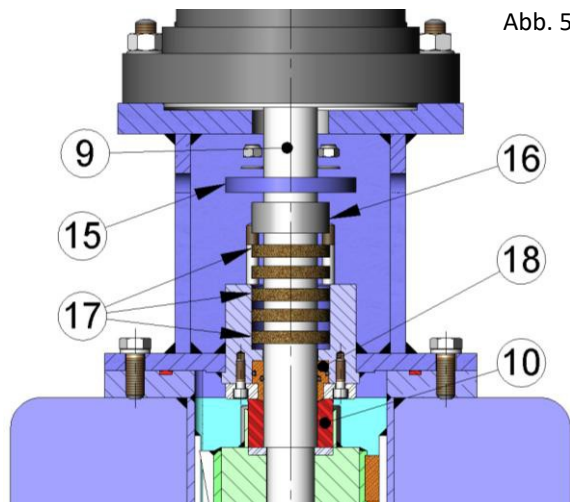

Abb. 5
**Anmerkung:** Die Nummern in Klammern beziehen sich sowohl auf die Abbildung 5 als auch auf die Bauteilliste aus Tabelle 3.